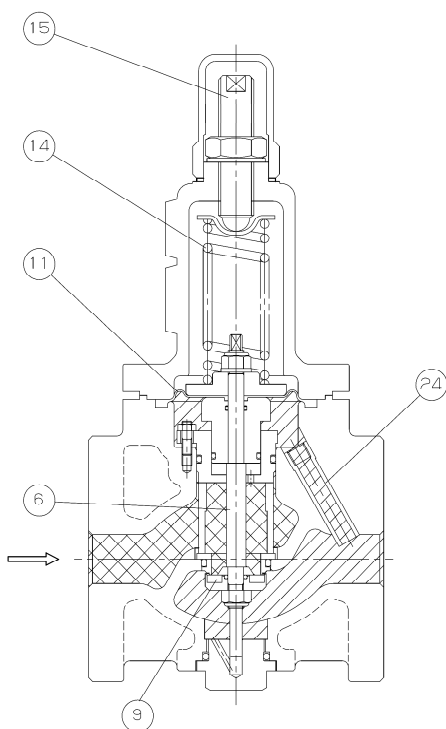

図 6.
二次側の止弁を徐々に閉めていきましたと、二次側圧力が上昇し、ダイヤフラム⑪にかかる等分布荷重が増し、調節ばね⑭の荷重に打ち勝ち、弁体⑨を閉弁にします。(図 6. 参照)